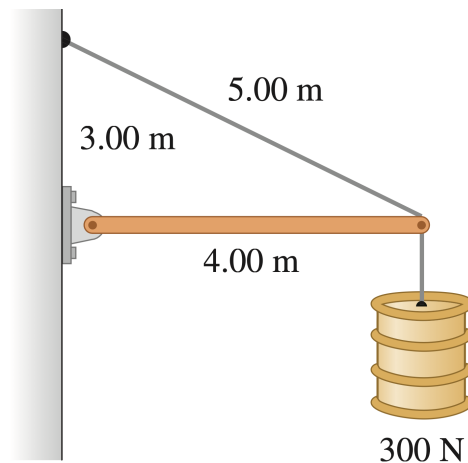

Figura 16: Figura de referencia.
15. La viga horizontal de la figura 16 pesa 190 N, y su centro de gravedad está en su centro.